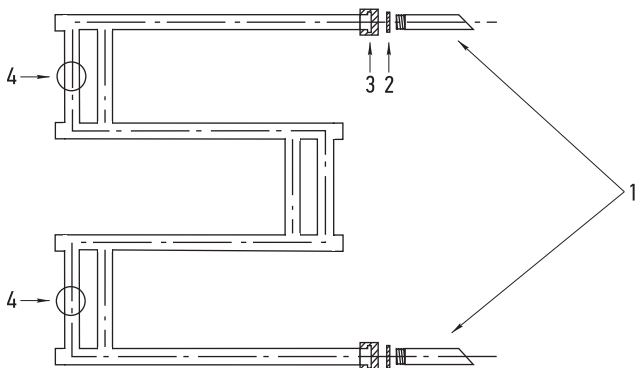

Рис. 6
4.2. High-Tech model «M+», комплектуется согласно схеме подключения (рис. 6):